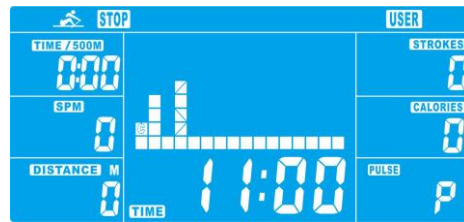

Abbildung16
8.3 Mit der HOCH- und der RUNTER-Taste TIME (ZEIT) voreinstellen (Abbildung 16) und mit ENTER bestätigen.